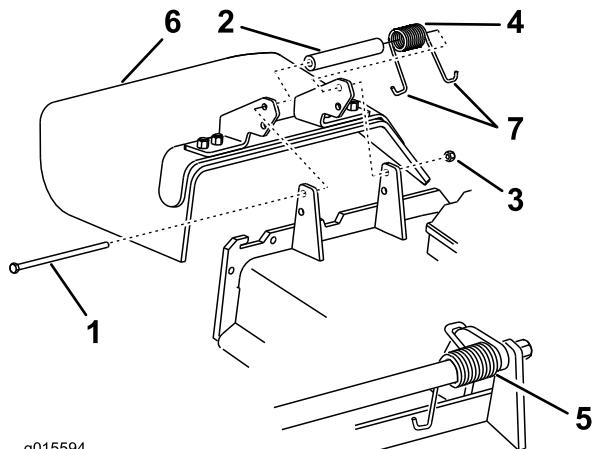

Figura 100
1. Retire la contratuercia, el perno, el muelle y el espaciador que sujetan el deflector a los soportes de pivote (Figura 100). Retire el deflector de hierba dañado o desgastado.
- Nota:** Asegúrese de colocar un extremo en J del muelle detrás del reborde de la carcasa antes de instalar el perno, según se muestra en Figura 100.
3. Instale el perno y la tuerca. Coloque un extremo en J del muelle alrededor del deflector de hierba (Figura 100).